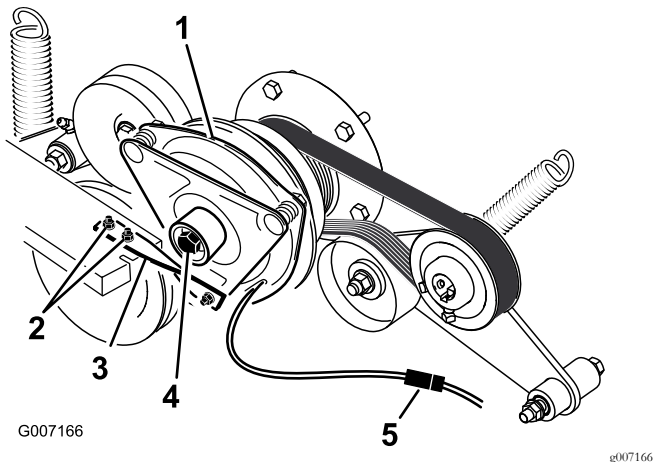

Figura 59
6. Desenchufe el conector eléctrico del embrague (Figura 59).
7. Retire los dos pernos que sujetan la correa de goma del embrague al bastidor del cortacésped (Figura 59).
8. Retire el perno central que sujeta el embrague al eje del motor, y retire el embrague y la chaveta (Figura 59).
15. Sujetando el cigüeñal en la parte trasera de la máquina, instale el perno central y apriételo a 68 N·m (50 pies-libra) (Figura 59).
16. Instale la correa de goma del embrague al bastidor del cortacésped con los dos pernos y tuercas que se retiraron anteriormente (Figura 59).
18. Enchufe el conector eléctrico del embrague (Figura 59).